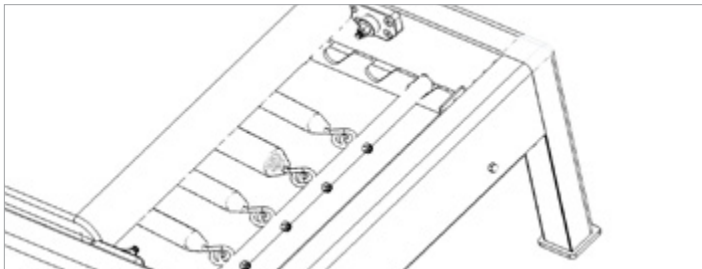

Fig. 6
Posizionare la barra delle molle con le estremità degli uncini rivolte verso l'alto all'interno dell'angolo dell'ingranaggio, come mostrato in Fig. 6. Collegare almeno (1) molla a una vite con testa ad anello sulla barra delle molle.